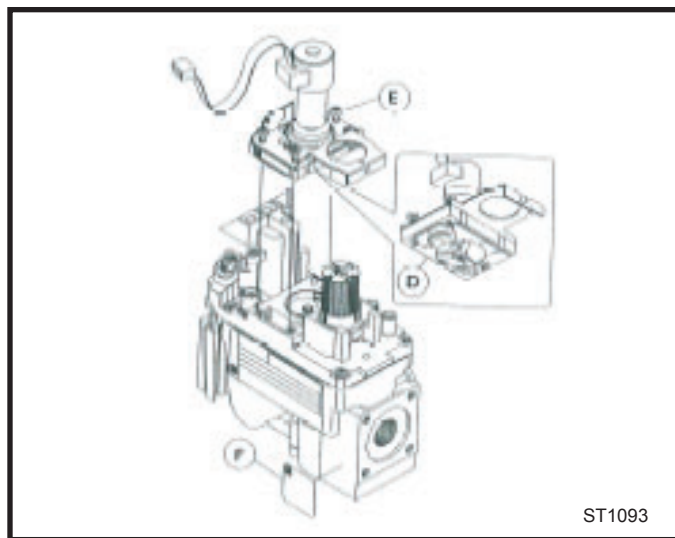

Fig. 76 Retirez les vis de montage du régulateur. Remplacez le moteur pas à pas.
1. À l'aide d'un tournevis Torx T20 ou d'un tournevis fendu, retirez et jetez les trois vis de montage du régulateur de pression. (Fig. 76)